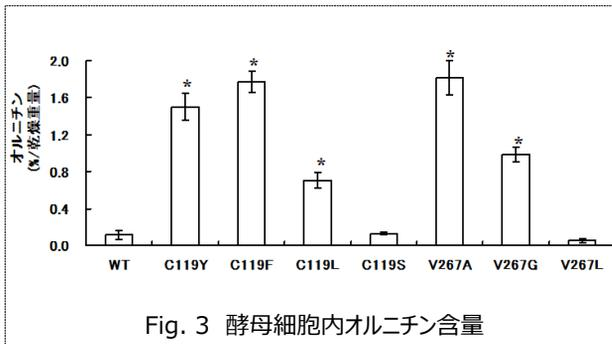

Fig. 3 酵母細胞内オルニチン含量
- 1) 野生型*ARG5,6*^{WT}と変異型*ARG5,6*^{C119X1}, *ARG5,6*^{V267X2}を酵母で発現させた時、変異型*ARG5,6*^{C119S}, *ARG5,6*^{V267L}の細胞内オルニチン量は野生型と同程度であったが、それ以外の変異型のオルニチン量は野生型より顕著に高かった (Fig. 3)。